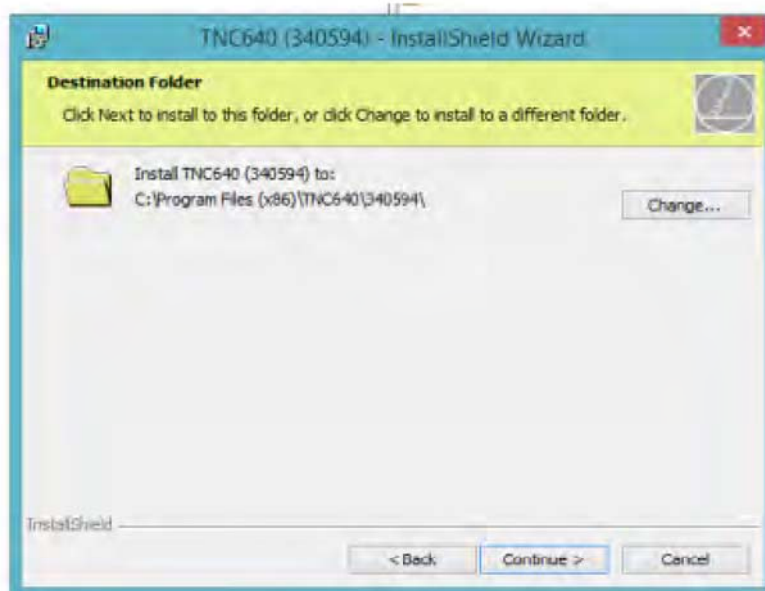

Рисунок 1.5 - Вибір папки установки
4. Вибрати папку установки або погодитися з обраною за замовчуванням і натиснути *Continue* (рис.1.5).